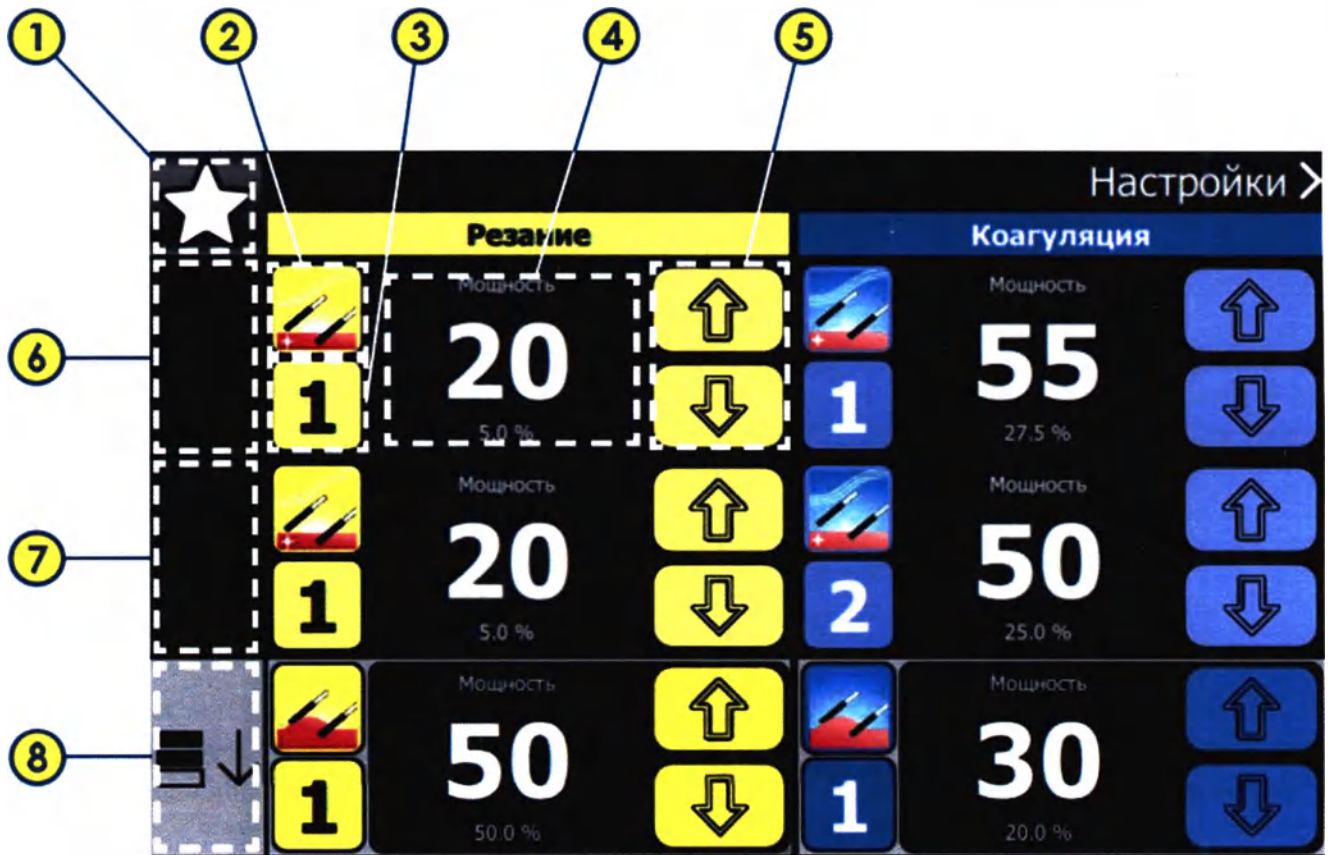
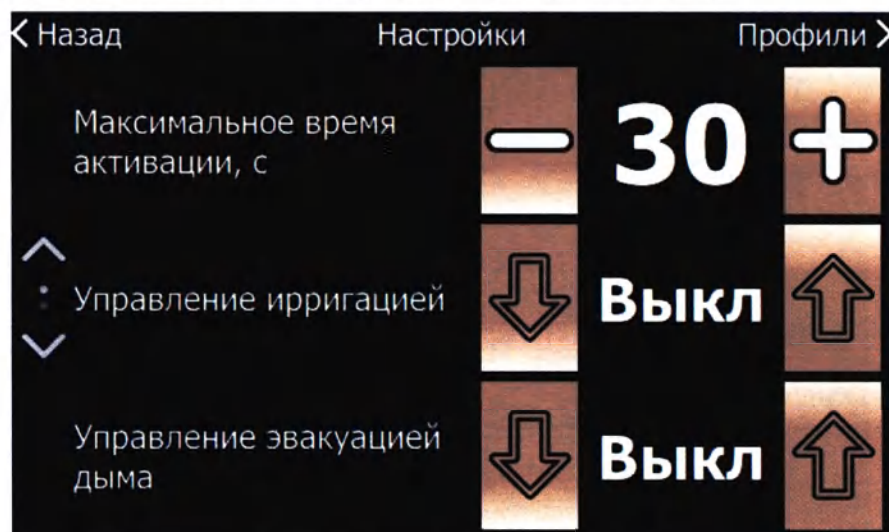
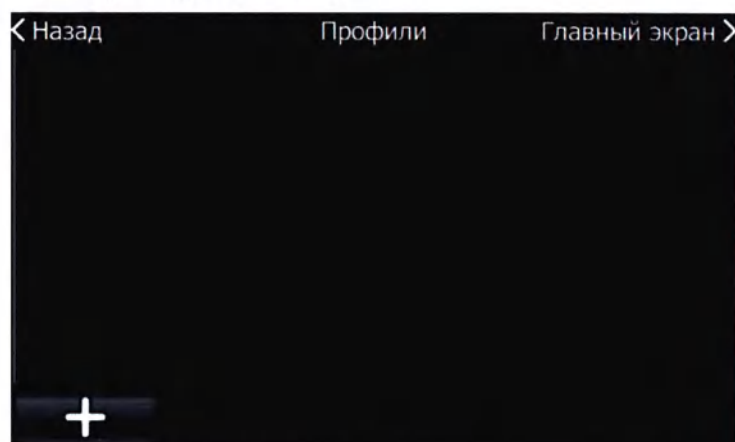

Рисунок 4. Главный экран (компактный вид)
Рисунок 13. Экран настроек аппарата (страница 1)
Рисунок 17. Экран профилей аппарата
После загрузки, занимающей от 10 до 30 секунд, отображается главный экран аппарата в компактном виде (рисунок 4).
При выборе активного разъема область доступных настроек разъёма разворачивается на полный экран (рисунок 6). Повторным нажатием клавиш выбора разъемов можно вернуться к предыдущему виду интерфейса (рисунок 4).
В правом верхнем углу главного экрана (рисунок 4) находится кнопка «Настройки» для перехода на экран основных настроек Аппарата (рисунок 13, 14).
Настройки разделены на две страницы. Навигация между страницами настроек осуществляется с помощью стрелок в левой части экрана настроек (Рисунок 13 и 14).
На первой странице экрана настроек (Рисунок 13) можно установить следующие параметры:
В правом верхнем углу Экрана Настроек (рисунок 13, 14) находится кнопка «Профили» перехода на Экран Профилей аппарата (рисунок 17).
При использовании биполярных электродов производства компании ArthroCare с возможностью ирригации, аппарат должен быть собран по схеме, показанной на рисунке 26. При этом параметр «Управление ирригацией» (см. рисунок 13) должен быть включён. Электрический разъем электрода должен подключаться к разъему 1 блока управления.
- ⑨ Блок управления системы электрохирургической PLAZMATIC ESG-01-«ЭлеПС»;
- ⑩ Разъём №1 для подключения биполярного электрода производства компании ArthroCare с возможностью ирригации;
- ⑪ Кабель подключения клапана подачи жидкости. Подключается к разъёму «Управление» (поз. 9 на рисунке 3);
- ⑫ Клапан подачи жидкости (закреплен на штативе);
- ⑬ Кран регулирования скорости подачи ирригационного раствора (составная часть биполярного электрода производства компании ArthroCare);
- ⑭ Подвешиваемая ёмкость для подачи ирригационного раствора;
- ⑮ Кнопка клапана подачи жидкости. Для закрепления силиконовой трубки нужно нажать по стрелке и вставить в паз силиконовую трубку;
- ⑮ Светодиод, сигнализирующий открытое состояние клапана подачи жидкости;
- ⑯ Регулировочный винт для закрепления клапана подачи жидкости на штативе;
- ⑰ Биполярный электрод производства компании ArthroCare с возможностью ирригации.
При активации подачи мощности на биполярный электрод происходит открытие клапана подачи жидкости (параметр «Управление ирригацией» должен быть включён, см. рисунок 13). Светодиод ⑮ включится и ирригационный раствор будет поступать в электрод. Скорость поступления раствора регулируется краном ⑬ встроенным в биполярный электрод.